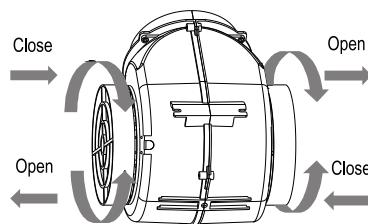

Рисунок 12
- Для отсоединения угольного фильтра, следует сначало снять жироулавливающий фильтр. См. рисунок 12.